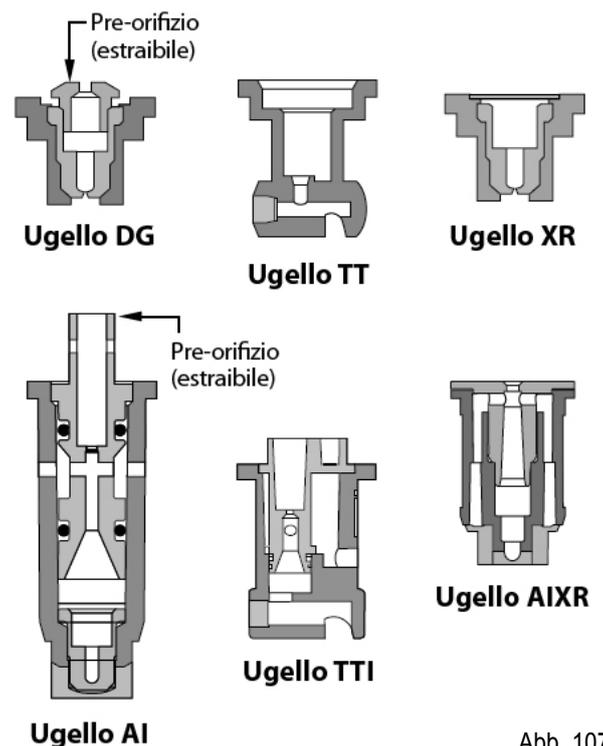

Abb. 107
Das Abdriftspotential kann auch dann auf ein Minimum beschränkt werden, wenn der Gebrauch von Düsen mit kleineren Maßen vorgesehen ist, es genügt, die korrekte Anwendungsweise einzuhalten. Düsen wie die Turbo TeeJet (TT), TeeJet® mit Luftinduktion (AI) und Drift Guard TeeJet (DG) erzeugen Tropfen mittlerer und großer Größe, auch wenn die Düse selbst klein ist. Die größeren Tropfen sind der Abdrift weniger ausgesetzt, aber in einigen Fällen kann die Abdeckung des Zielbereichs kleiner sein, weil die Anzahl der Tropfen reduziert ist. Diese Tatsache muss vor allem dann berücksichtigt werden, wenn man chemische Produkte als Pflanzenschutz verwendet, die durch Kontakt wirken. Die mit der technologischen Vorrichtung der Vor-Öffnung versehenen Düsen mit breit-winkliger Öffnung können bei gleichen Druckverhältnissen eine reichere Auswahl an Tropfengrößen erreichen, ohne dabei die Durchflussmenge zu reduzieren. Die Düsen DG, AI, TT, TTI und AIXR verfügen über die Vor-Öffnungstechnologie, die eine Hauptkomponente zum Regulieren der Durchflussmenge darstellt. Die größere Austrittsöffnung bietet die Funktion der Sekundärregulierung und gewährleistet die Erzeugung des Strahls (Abb. 107). Die Venturi-Düsen, wie zum Beispiel die AI, TTI und AIXR verwenden die Vor-Öffnung, um einen Flüssigkeitsdurchfluss bei hoher Geschwindigkeit zu erzeugen, dann saugen sie während des Durchfließens durch eine seitliche Öffnung Luft an. Dieses Gemisch aus Flüssigkeit und Luft wird dann mit niedriger Austrittsgeschwindigkeit abgegeben, sodass sehr große Tropfen geformt werden, die aber Luft enthalten. Diese Methode ist jedoch nur dann anwendbar, wenn man chemische Produkte ver-